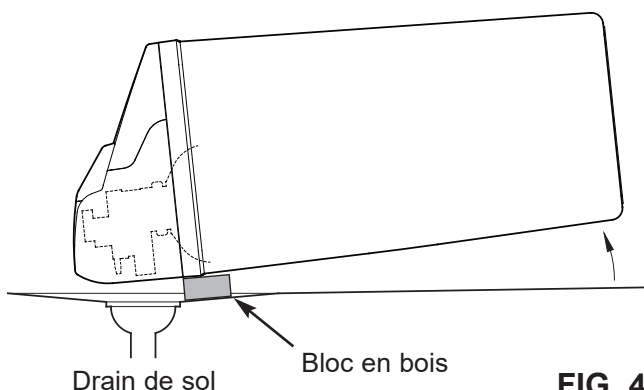

FIG. 42
6. Placez un bloc de 5 cm d'épaisseur près du drain de sol (consultez la figure 42).